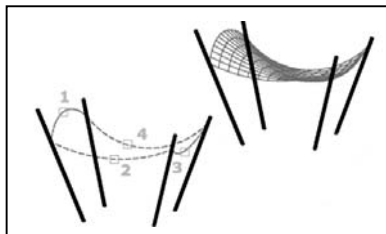

Рис. 3.12. Порядок выбора кромок
1. Выбрать четыре соседние кромки, определяющие сеть. Кромками могут быть линии, дуги, сплайны или разомкнутые полилинии. Кромки должны смыкаться в конечных точках и образовывать один замкнутый контур (рис. 3.12). Их можно выбрать в произвольном порядке.